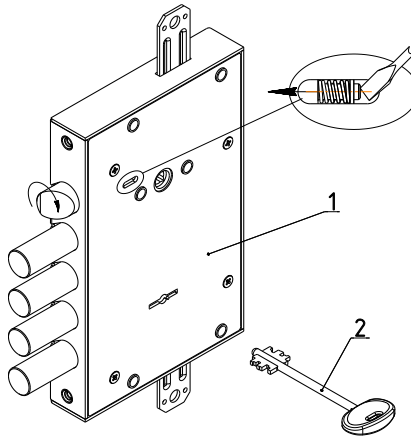

Рис.1
Комплектность замка приведена в таблице и показана на рис. 1.
4.1. Внешний вид и установочные размеры замка показаны на рис.1, 2.
5.2. Установить при необходимости защелку в соответствующее положение для правой или левой двери путем ее выдвигания из корпуса отверткой через паз в крышке замка и разворота на 180° вокруг своей оси (см. рис.1).